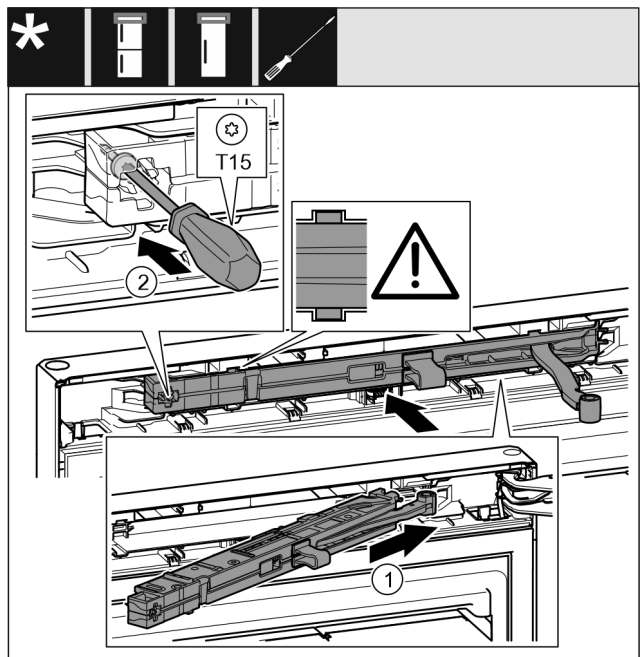

Fig. 22
- ▶ Під нахилом просуньте демпферний вузол Fig. 22 (1) з боку опорного кронштейна в отвір до упору.
- ▶ Закрутіть гвинт Fig. 22 (2) за допомогою викрутки.